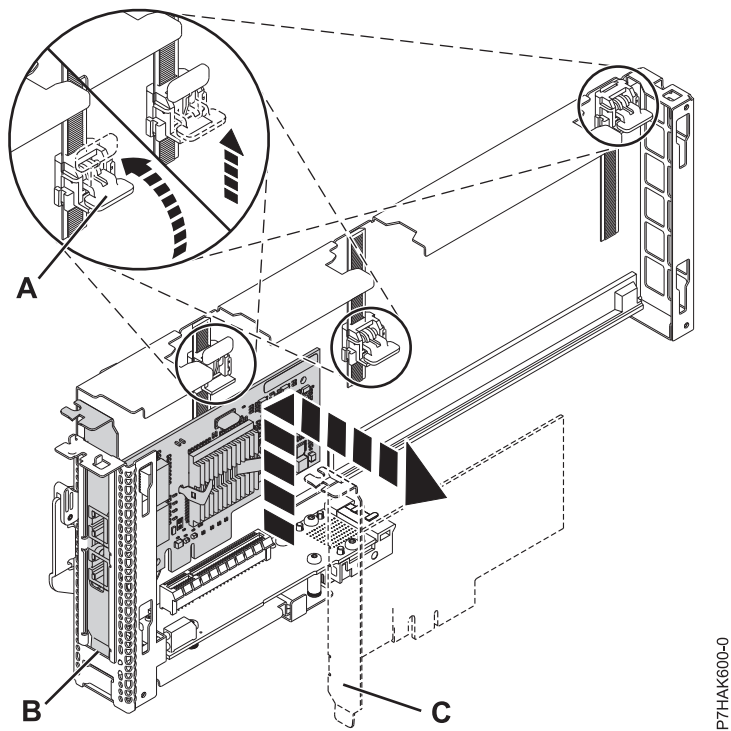

図 25. PCI アダプター・カセットから取り外されたアダプター
- a. 保持クリップ (A) を水平位置まで回転して、アダプター保持具をアンロックする。 38 ページの図 25を参照してください。